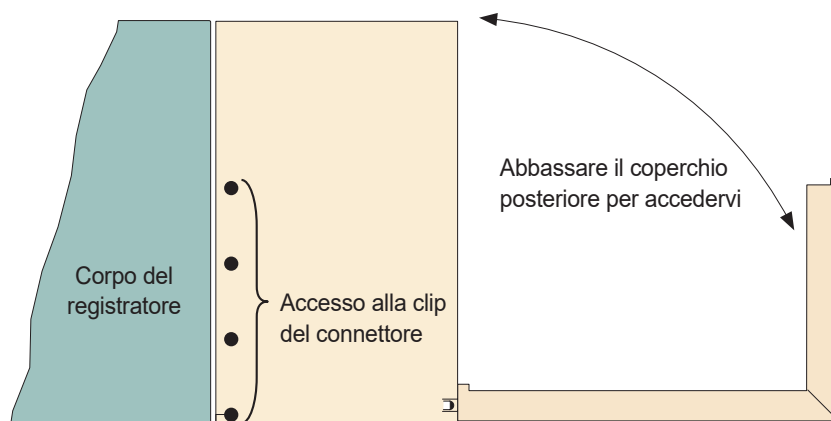
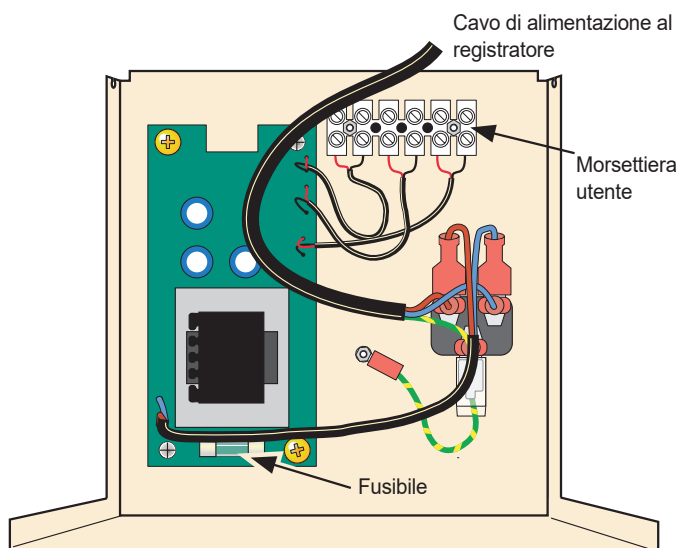

Figura 11.2.2b Apertura della copertura posteriore
Figura 11.2.2c Posizioni dei fusibili e della morsettiera utente
- 3 Aprire la copertura (figura 11.2.2b) per rivelare la scheda del circuito, le connessioni utente ecc. (figura 11.2.2c)
- 4 Il fusibile si trova come mostrato nella figura 11.2.2c. Il cablaggio dell'utente alla morsettiera (figure 11.2.3a/b) può essere effettuato ora, o il coperchio della morsettiera può essere rimosso per comodità, come descritto nei passaggi 5 e seguenti.
Nota: quattro aperture in ogni lato della copertura della morsettiera consentono all'utente di azionare le clip che fissano i connettori I/O al pannello posteriore del registratore. Ciò consente di rimuovere i connettori I/O se, ad esempio, il registratore deve essere rimosso dal pannello per qualsiasi motivo. Le posizioni di queste aperture sono mostrate nella figura 11.2.2b (lato destro mostrato; lato sinistro simile).